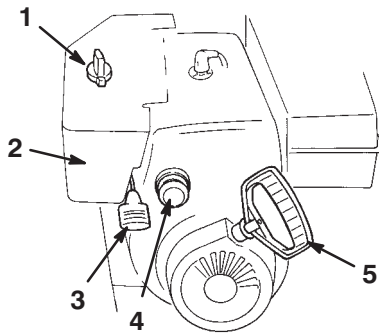

Figure 14
- **Starter** (Fig. 14)—Pour mettre en marche un moteur froid, tournez la commande de starter en position **Max**. A mesure que le moteur se réchauffe, tournez progressivement le starter à la position **Off** (hors service).
- **Clé de contact** (Fig. 14)—Insérez la clé dans le commutateur d'allumage avant de mettre le moteur en marche. Pour couper le moteur, retirez la clé de contact.
- **Commande d'accélérateur** (Fig. 14)—Déplacez la manette vers le haut pour augmenter le régime du moteur, ou vers le bas pour le réduire. Réglez la manette d'accélérateur en position d'**Arrêt** pour arrêter le moteur.
- **Amorçeur** (Fig. 14)—Appuyez sur l'amorçeur pour envoyer une petite quantité d'essence dans le moteur afin de faciliter le démarrage par temps froid.
- **Lanceur** (Fig. 14)—Le lanceur se trouve à l'arrière du moteur. Tirez sur le lanceur pour mettre le moteur en marche.
2. Retirez la clé de contact du commutateur d'allumage (Fig. 14).
3. Enlevez le bouton de starter (Fig. 14).
2. Réglez la manette d'accélérateur en position **régime maximum** (Fig. 14).
5. Tournez le starter en position **On** (en service) (Fig. 14).
6. Insérez la clé de contact (Fig. 14).
7. Couvrez l'orifice central de l'amorceur (Fig. 14) avec le pouce et appuyez lentement sur l'amorceur à trois reprises, en marquant une pause à chaque fois.
8. Prenez la poignée du lanceur (Fig. 14) et tirez-la lentement jusqu'à ce que vous sentiez une résistance, puis tirez vigoureusement pour lancer le moteur.
10. Dès que le moteur a démarré, tournez le starter (Fig. 14) à la position 3/4. A mesure que le moteur se réchauffe, tournez le starter à la position 1/2. Quand le moteur est suffisamment chaud, tournez le starter à la position **Off** (hors service).